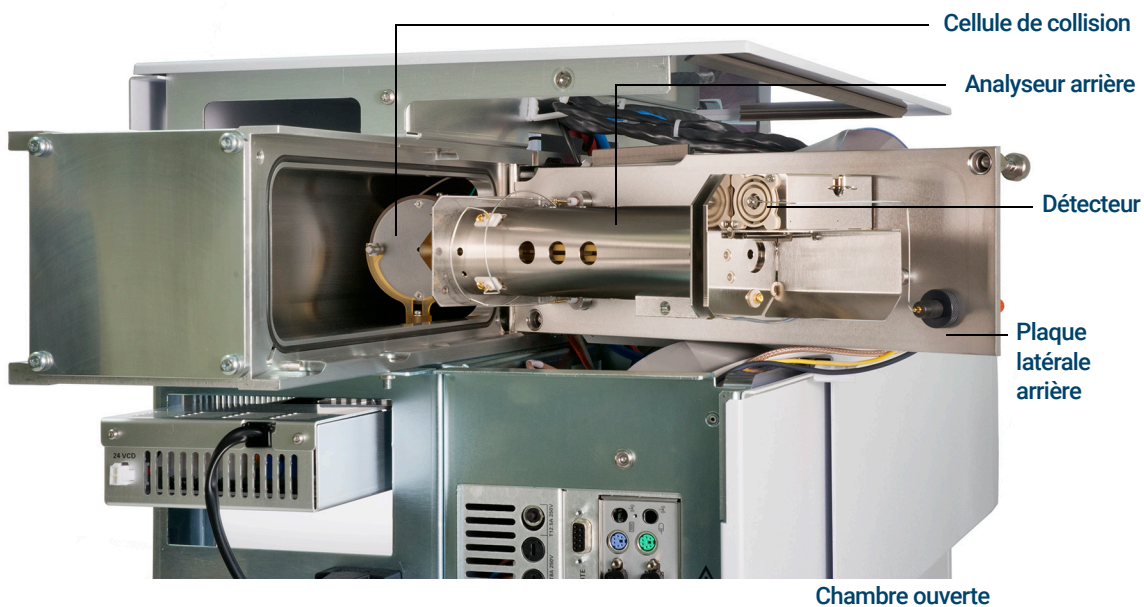

Figure 72. La chambre arrière de l'analyseur
- 4 Desserrer les vis moletées de la plaque latérale arrière de l'analyseur si elles sont serrées. (Voir **Figure 72** page 243.)